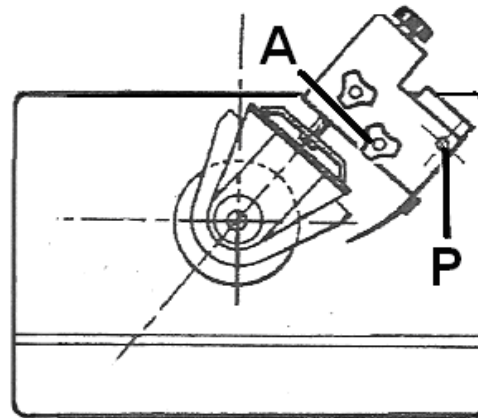

Fig 21
Im Maschinentisch sind dafür eine M8 Gewindebohrung (A, Fig 21) und eine 8mm Indexierbohrung (P) vorgesehen